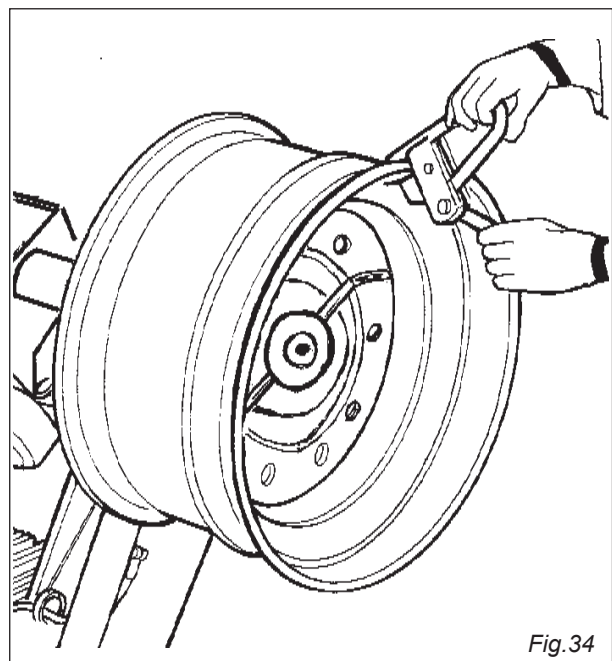

Fig.34
3) Die Zange am höchsten Punkt des Felgenaußenrandes befestigen (vgl. Abb. 34).